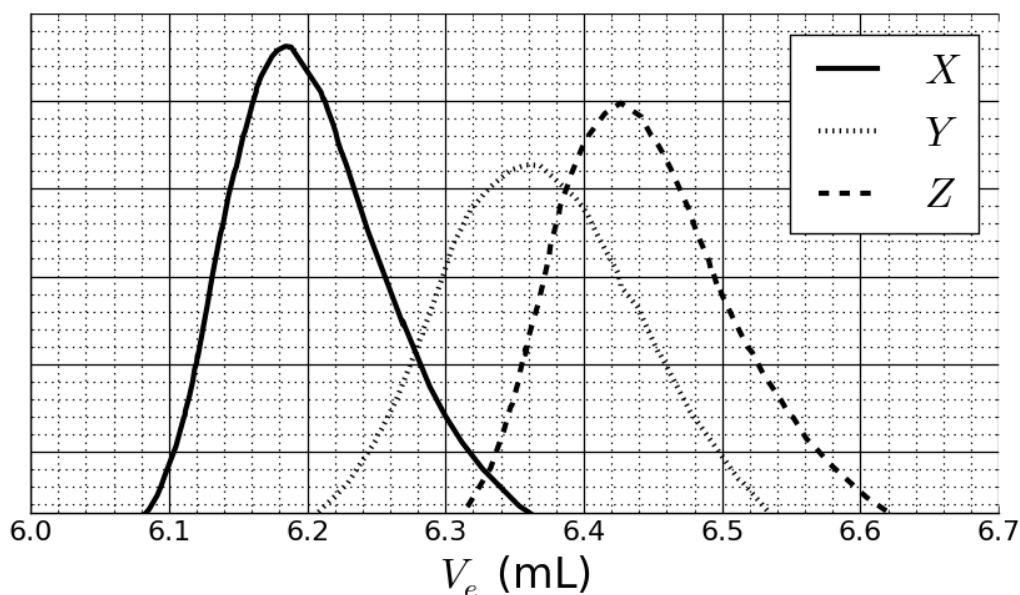

Fig. 2 – Cromatograme SEC ale compuşilor **3a**, **3b** și **3c** în funcție de volumul de eluție, V_e .
Reacția lui **1** cu **2** formează copolimerii **3a** după 20 h, **3b** după 25 h și **3c** după 30 h de reacție la 40 °C. Rezultatele experimentelor de cromatografie de excluziune (SEC) sunt prezentate în Fig. 2.
6. **Atribuie** semnalele din Fig. 2 copolimerilor **3a**, **3b** și **3c**.
7. Pe baza curbelor SEC din Fig. 2 și 3, **determină** V_e a polimerului care corespunde curbei X și folosește-l pentru a **estima** gradul de polimerizare m a celui de al doilea bloc. **Detaliază** calculul; poți să folosești un calculator sau să faci un grafic.